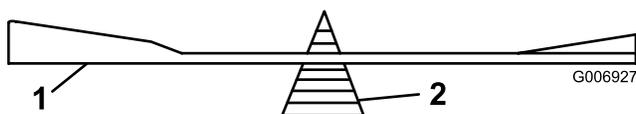

Figura 36
- Controllate l'equilibrio di ciascuna lama collocandola su un bilanciatore (Figura 36). Se la lama rimane in posizione orizzontale, è bilanciata e può essere utilizzata. Se non è bilanciata, limate un po' di metallo sul retro della stessa. Ripetete l'operazione finché la lama non è perfettamente bilanciata.